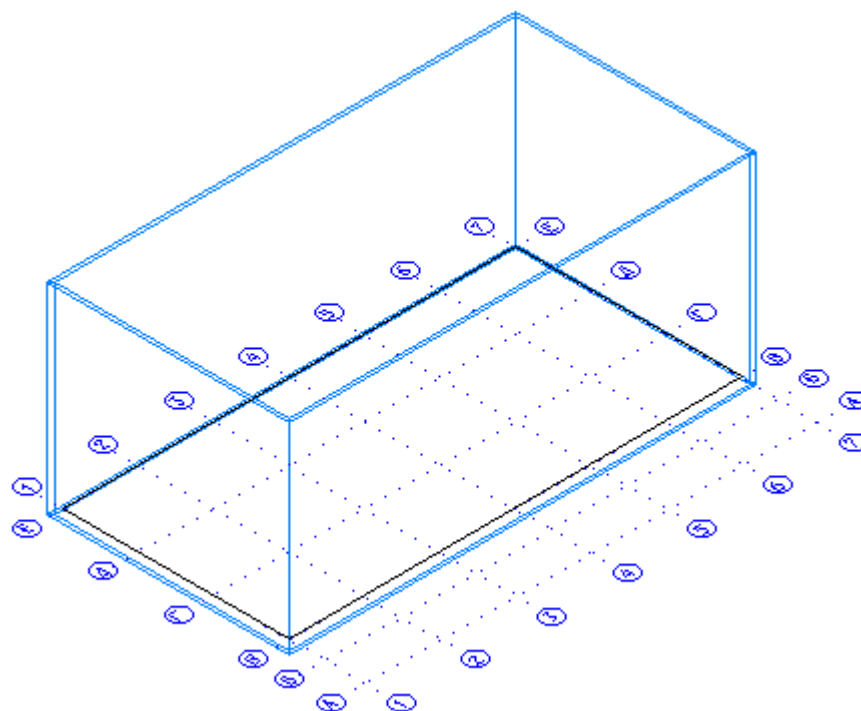

Рисунок 11
- Контур преобразуется в стену (Рисунок 11).